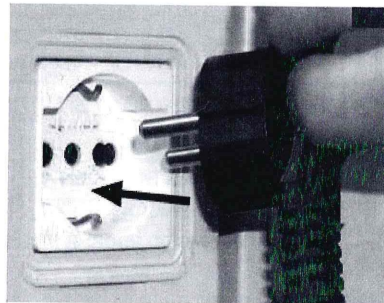
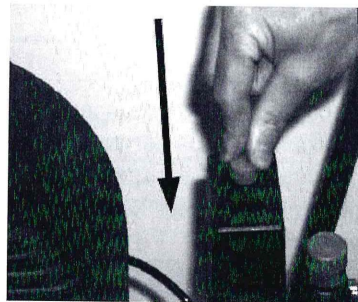

Рис. 2
Рис. 3
8. Подключите вилку электрокабеля питания в соответствующую розетку, имеющую контакты заземления (рис. 2), предварительно проверив, что выключатель реле давления (рис. 3) находится в положении выключено «Выкл.» (OFF).